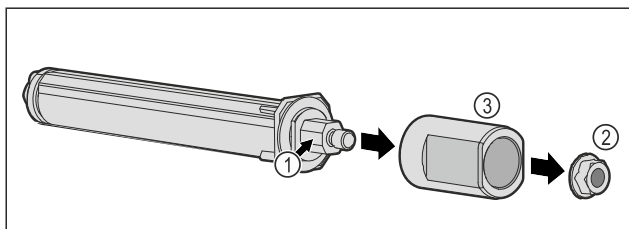

Fig. 54
- ▶ Не разбирайте систему закрытия двери Fig. 54 (1).
- ▶ Уберите гайку Fig. 54 (2).
- ▶ Снимите втулку Fig. 54 (3).